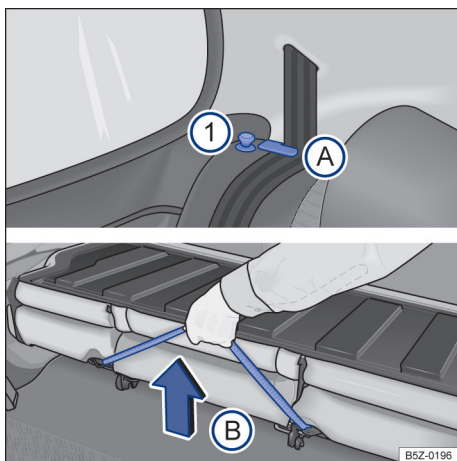

Fig. 61 Banco traseiro: pinos de destravamento ①; posicionador para os cadarços dos cintos (A); alça para destravamento do conjunto do assoalho (B).
- Posicionar os cadarços dos cintos de segurança nos seus respectivos posicionadores → Fig. 61 A.
- Levantar o pino → Fig. 61 ① de destravamento em ambos os lados para cima e, ao mesmo tempo, rebater o encosto do banco traseiro para frente.
- Puxar a alça → Fig. 61 B para destravar o conjunto do assoalho e, ao mesmo tempo, levantar o **cuidadosamente** na direção dos bancos dianteiros.
- Segurar o banco traseiro pela alça → Fig. 61 B e, soltar de uma altura de 15 cm.
- Retirar os cadarços do cinto de segurança dos posicionadores → Fig. 61 A. Para veículos com cintos de três pontos fixos, recolocar as linguetas nos respectivos fechos.